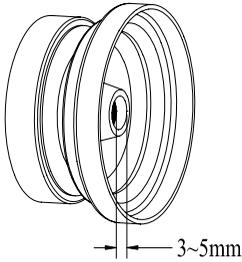

图 1
1) 要将原来的上轮的固定螺丝先拧松，让上轮向外移出 3~5mm，不要锁紧(如图 1)。